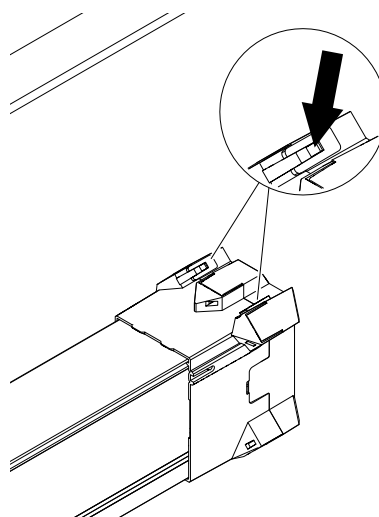

Abb. 132: Schmale Klips lösen
- Schmale Klips im oberen Bereich lösen (siehe Abb. 132).